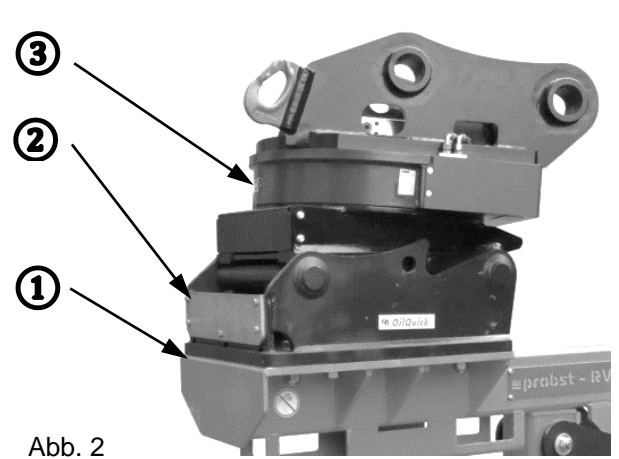

Abb. 2
- Das unbeladene Geräte wird ca. 20 cm angehoben u. beide Stützfüße müssen nach innen geschwenkt werden (Abb. 2).